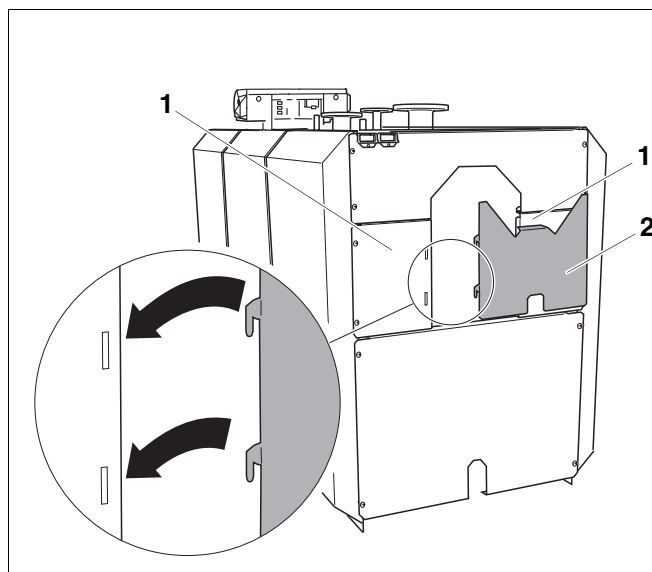

Fig. 44 Montage de la tôle de couverture du panneau arrière
- Accrocher la tôle de couverture du panneau arrière (fig. 44, **pos. 2**) dans le sens des flèches dans les panneaux arrière centraux gauche et droite (fig. 44, **pos. 1**).